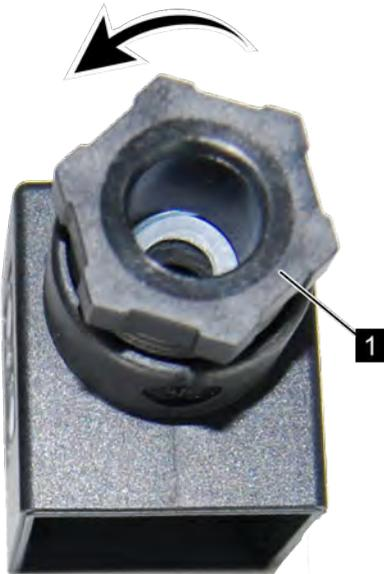

Abb. 26: Verschraubung lösen
4. ➔ Lösen Sie die Verschraubung (Abb. 26/1) durch Drehen in Pfeilrichtung
8. ➔ Ziehen Sie die Verschraubung (Abb. 26/1) durch Drehen nach rechts wieder an